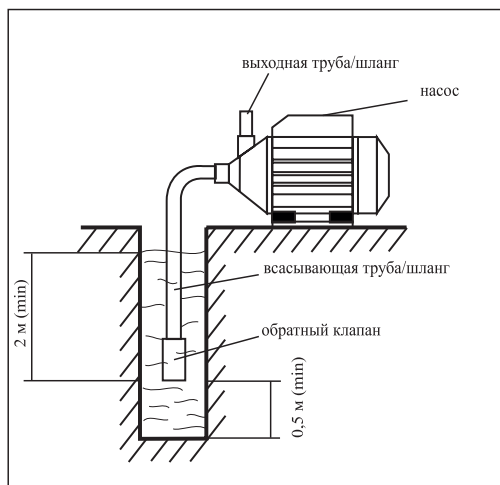

рис. 2
- всасывающую трубу (шланг) присоединить к входному патрубку и погрузить в воду, как указано на рис.2;
Внимание! *Для оптимального функционирования насоса рекомендуется устанавливать на всасывающую трубу обратный клапан (в комплект поставки не входит), как указано на рис.2.*